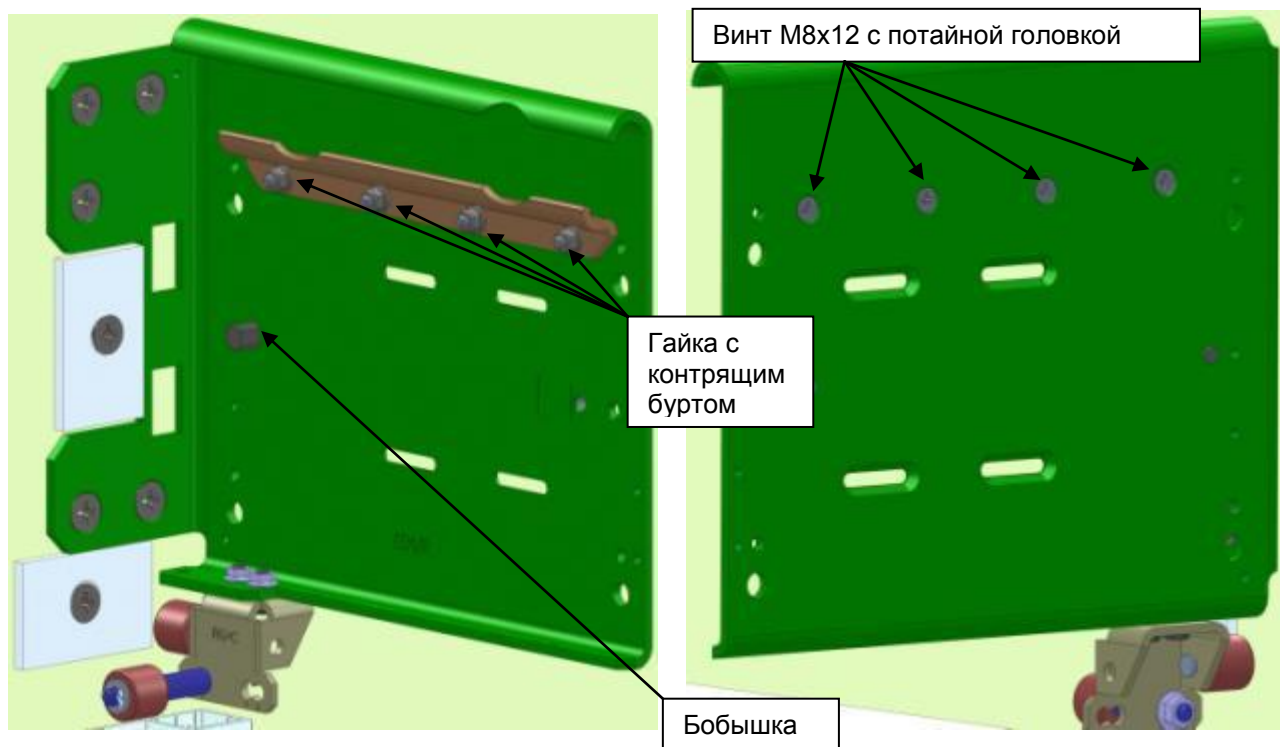

Рисунок 2.14. Крепление направляющей каретки RC360/С на консоли ССМ
2.2.4. На консоли ССМ закрепить направляющую крепежом из комплекта кареток RC360/С и вкрутить бобышку (рис.2.14).